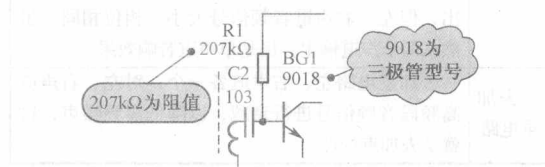

图 1-6 元器件参数标注示意图
(1) 表达整机电路工作原理。整机电路图描述了整个机器的电路结构、各单元电路的具体形式和它们之间的连接方式，从而可以使人了解整机电路的工作原理。
(2) 给出各元器件参数。它给出了电路中各元器件的具体参数，如型号、标称值和其他一些重要数据，为检测和更换元器件提供了依据。如图 1-6 所示，更换某个三极管时，可以查阅图中的三极管型号标注（BG 为老电路符号，现在三极管用 VT 符号表示）。